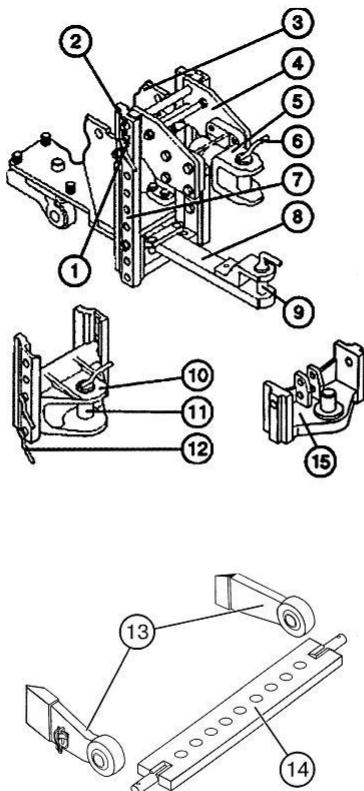

Рисунок 4. Тягово-цепное устройство
1. С задних шарнирных нижних тяг 13 (рис. 4) заднего навесного устройства трактора снять поперечину 14.
1. Установить кронштейны 31 и 32 (Рис. 1) в направляющие боковин 3 и 7 (Рис. 4), закрепить болтами, не затягивая. В зависимости от исполнения заднего тягово-цепного устройства крепежные отверстия в направляющих боковин 3,7 выбирать таким образом, чтобы верхний фланец редуктора цепного оказался соосным с хвостовиком ВОМ трактора.